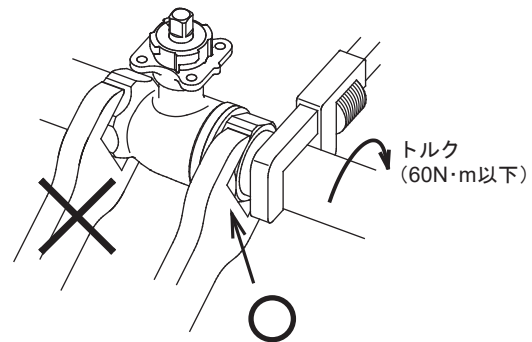

図6 配管への取付
- 配管取付時は、配管をねじ込む側のバルブ本体をスパナなどをつかみ、配管をねじ込んでください（図6参照）。